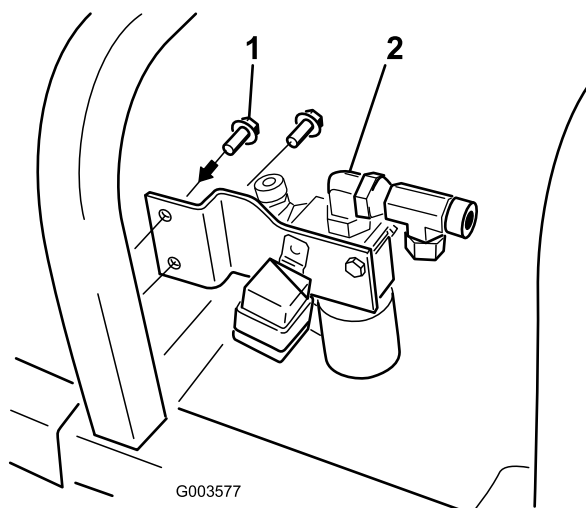

Figura 12
7. Instale o suporte da válvula na estrutura da máquina com 2 parafusos auto-roscentes (9/32 x 3/4 pol.) (Figura 12).